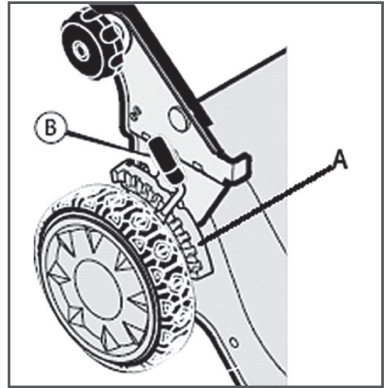

Рис. 11 Регулировка высоты кошения
Для изменения высоты кошения, измените положение рычага регулятора (B) следующим образом (Рис. 11).